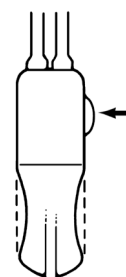

Figura 4-39. Premir o botão de desativação ao sentir uma ligeira reentrância
3. Quando sentir uma ligeira reentrância na pera da bomba, prima o botão de desativação. **(Figura 4-39)**